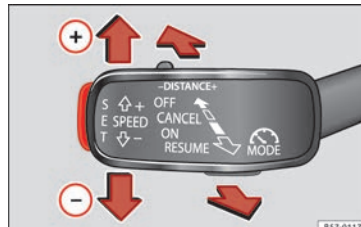

Fig. 48 A la izquierda de la columna de la dirección: tercera palanca para el manejo del GRA.
- Conectar el GRA: sitúe la tercera palanca en **ON** » **fig. 48**. El sistema se enciende, pero no regula por no tener programada ninguna velocidad.
- Activar el GRA: pulse el botón **SET** » **fig. 48**. Memoriza y regula velocidad actual.
- Desconectar el GRA temporalmente: mueva la palanca hasta **CANCEL** » **fig. 48** y suéltela o pise el freno. La regulación se desconecta temporalmente.
- Conectar el GRA de nuevo: mueva la palanca hasta **RESUME** » **fig. 48** y suéltela. La velocidad memorizada se guarda y regula de nuevo.
- Desconectar el GRA: mueva la tercera palanca hasta la posición **OFF** » **fig. 48**. Se desconecta el sistema y la velocidad memorizada se borra.